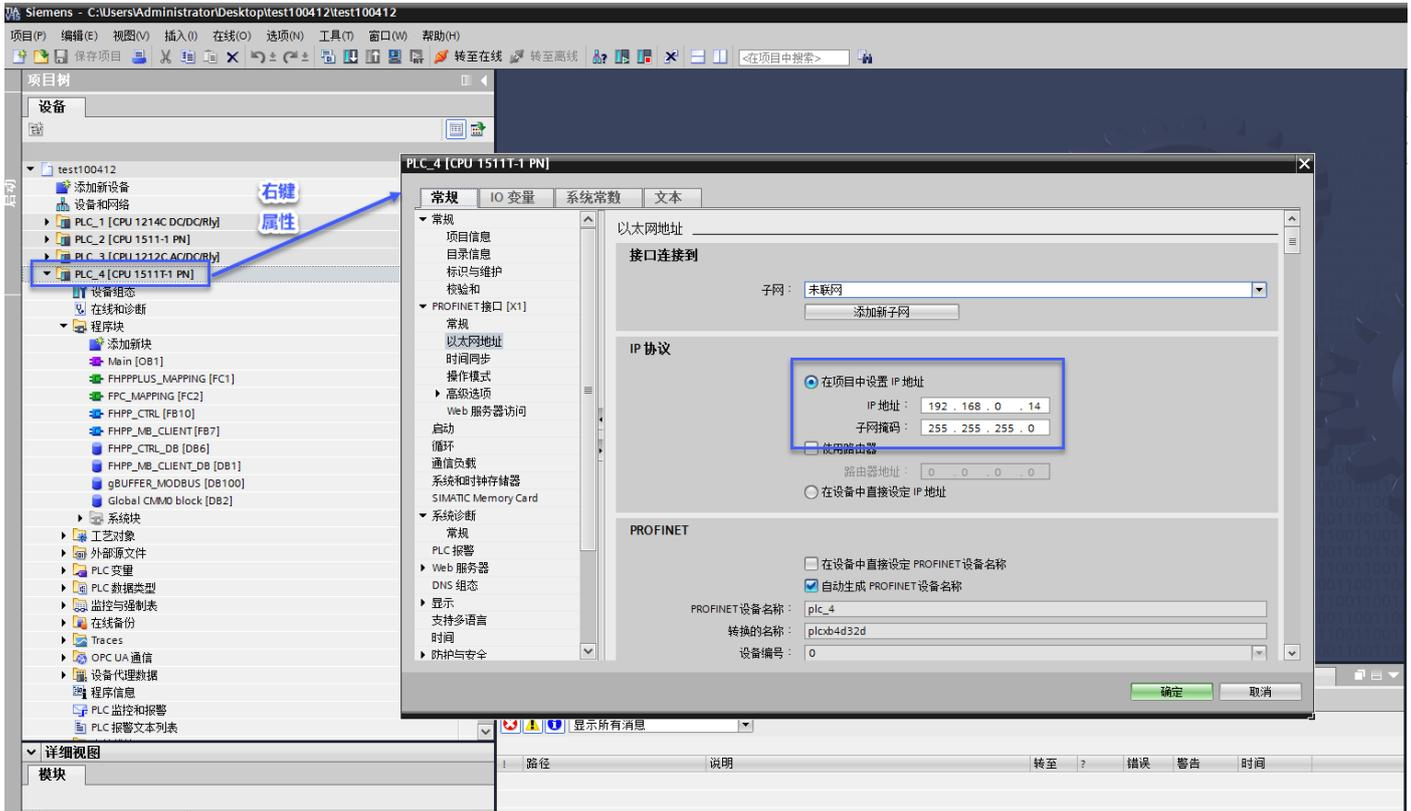

图 5.7 程序下载
4) 如图 5.7, 保证电脑的 IP 地址网段和 PLC 的 IP 地址同一个网段, 程序进行编译和下载。